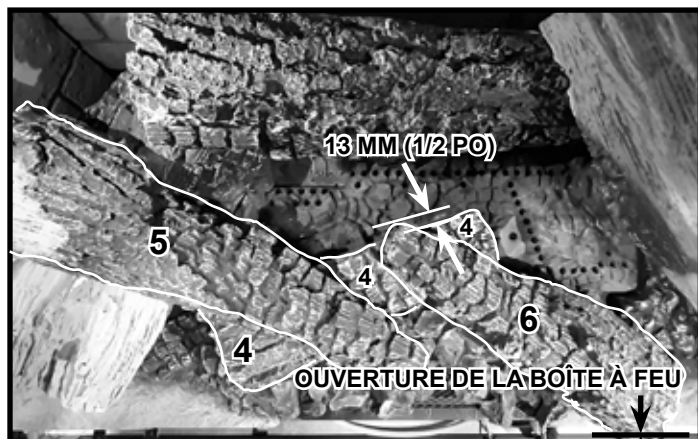

Figure 12 Installation de la bûche n° 6
**Bûche n° 6 :** Positionnez la bûche n° 6 sur la zone plate de la bûche n° 4, qui est mise en évidence dans la figure 7. Le coin supérieur gauche de la bûche n° 6 dépassera le côté de la bûche n° 4 de 12 mm. Le coin inférieur de la bûche n° 6 doit être aligné avec l'avant de l'ouverture de la boîte à feu, comme indiqué dans la figure 12.